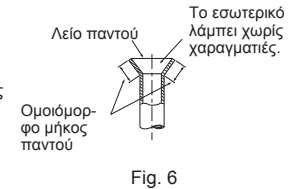

Fig. 6
- Συγκρίνετε την εκχειλίωση με την Fig. 6.